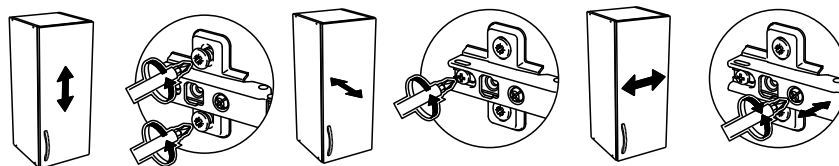

рис. 4
7. К фасаду (5) прикрутить петли шурупами 3,5x16
14. При необходимости произвести регулировку фасадов (рис. 4)